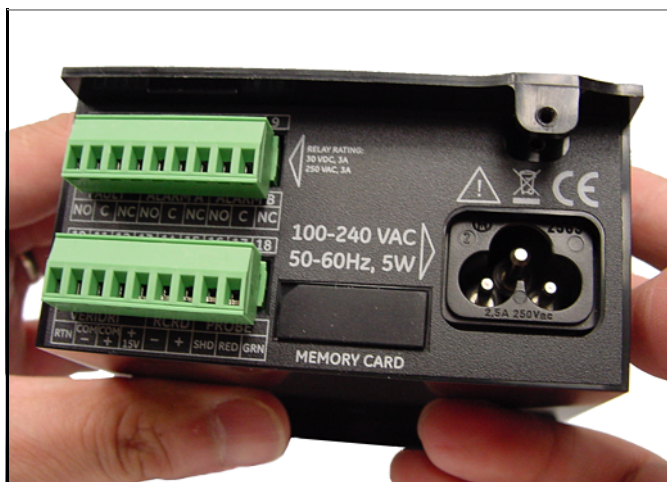

Рисунок 6: Сдвигание крышки назад
4. Сдвигайте крышку к задней стороне прибора **dew.IQ** (см. Рисунок 6 ниже).